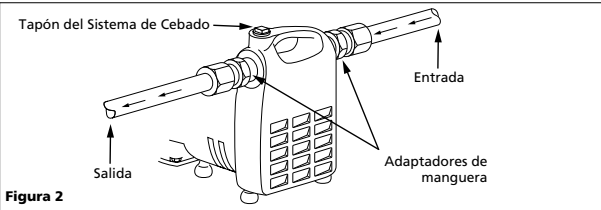

Figura 2
- 4. La Figura 2 le indica cómo instalar la bomba. Los adaptadores con roscas se le suministran para que conecte mangueras para jardín cuando las condiciones lo permitan. Bajo ninguna circunstancia la bomba debe estar a más de 4,6 m (15 pies) de distancia (vertical u horizontal) de la entrada de suministro. Instale una válvula de pie cuando la bomba se vaya a colocar a más de 3,0 m (10 pies) de altura o cuando la línea de succión sea de más de 3,0 m (10 pies).